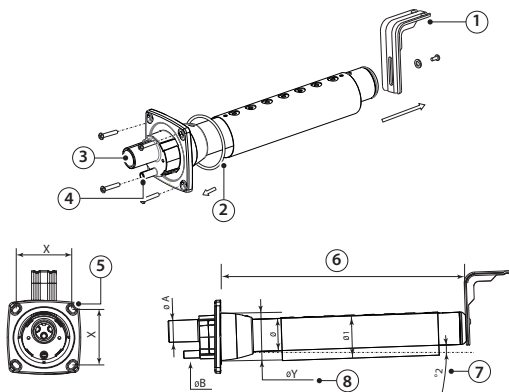

Fig. 3.b-1
2. El soporte de fijación en forma de "L" (ver la parte 1 de la Fig. 3.b) se suministra con los distribuidores de vapor modelos de DP085* a DP025*. Para longitudes inferiores el soporte puede ser suministrado como opcional (cód. 18C478A088).